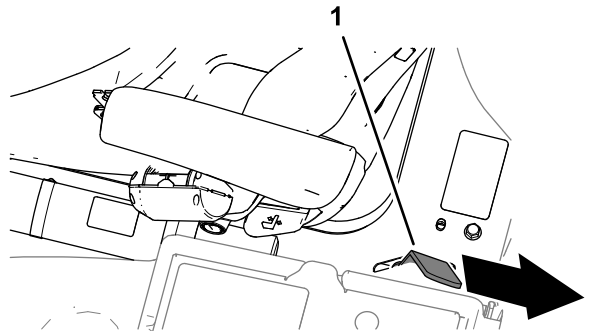

Figura 14
3. Baje la plataforma del todo y mueva la palanca de cierre de la plataforma hacia la parte trasera de la máquina hasta que el cierre se enganche del todo en la barra de bloqueo (Figura 14).